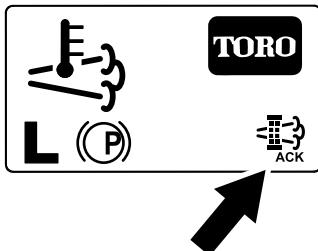

Figura 62
8. El InfoCenter muestra la página de inicio y el ícono de reconocimiento de regeneración (Figura 62) aparece en la esquina inferior derecha de la pantalla mientras se procesa la regeneración.